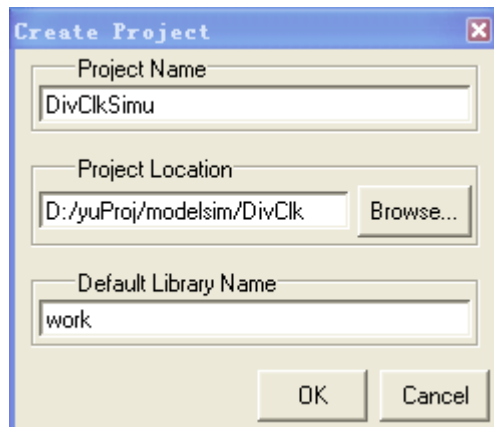

图 8.3.2 新建工程窗口
- 2、点击 File->New->Project，会出现如图 8-3-2 所示的界面，在 Project Name 中我们输入建立的工程名字为 DivClkSimu，在 Project Location 中输入工程保存的路径为 D:/yuProj/modelsim/DivClk，注意 ModelSim 不能为一个工程自动建立一个目录，这里我们最好是在 Project Location 中输入路径来为工程建立目录，在 Default Library Name 中为我们的设计编译到哪一个库中，这里我们使用默认值，这样，在我们编译设计文件后，在 Workspace 窗口的 Library 中就会出现 work 库。这里我们输入完以后，点击 OK；